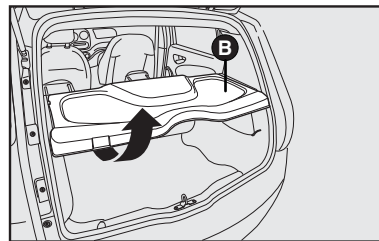

fig. 97
2) Levante la repisa B-fig. 97 y tire de la misma hacia arriba.